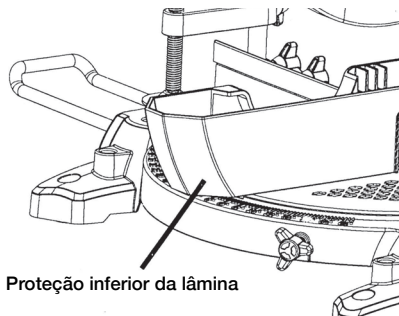

Figura 7 - Retirada da proteção inferior da lâmina
- Retire a proteção inferior da lâmina, removendo-a da base. **(Figura 7)**